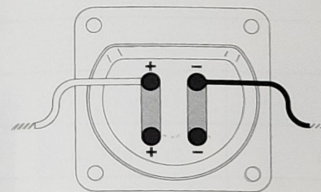

Fig. 2.
Højttaleren leveres fra JAMO med "broerne" monteret til single-wiring. Kablet tilsluttes som vist på fig. 2 (side 13).
**Single-wiring:** Wird jeder Lautsprecher mit jeweils einem Kabel angeschlossen, müssen die mitgelieferten "Brücken" zwischen den beiden Anschlusspaaren montiert sein. JAMO liefert den Lautsprecher werkseitig mit den "Brücken" für den Singleanschluss. Das Kabel wie bei Fig. 2 (Seite 13) gezeigt, anschliessen.
**Single-wiring:** Als u elke luidspreker wilt verbinden met één kabel, dan moeten de bijgeleverde "bruggen" gemonteerd worden. Deze luidsprekers worden geleverd met "bruggen" gemonteerd voor single-wiring. De kabels aansluiten zoals aangegeven in fig. 2 (pag. 13).
**Enkelledning:** Om Du vill koppla varje högtalare med en kabel, skall medföljande "brygga" vara monterad mellan de två kabelfästena. Högtalaren levereras från JAMO med "bryggorna" monterade till enkelledning. Kabeln anslutes så som visas på fig. 2 (sidan 13).